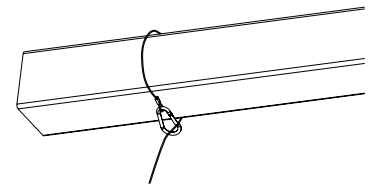

Figure 23
3. Fasten the other end of the wire rope to the outlet box or the mounting structure of the outlet box. (Figure 23).
3. Fixez l'autre extrémité du câble à la boîte de sortie ou à la structure de montage de la boîte de sortie. (Figure 23)